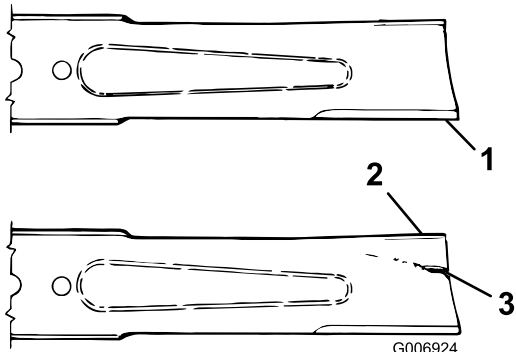

図 77
3. ブレードの切っ先を注意深く観察、特に、直線部と曲線部が交わる部分をよく観察する 図 77。
4. 磨耗が進んでいる場合 図 77 には、ブレードを交換する ブレード回転面の検査 \(ページ 68\) を参照。
ブレードの磨耗を放置すると、ブレードのセール部と平坦部との間に割れ目が発生する 図 77。この割れ目が拡大すると、最終的にはブレードがちぎれてハウジングの下から飛び出し、これがオペレータや周囲の人に重大な人身事故となる。